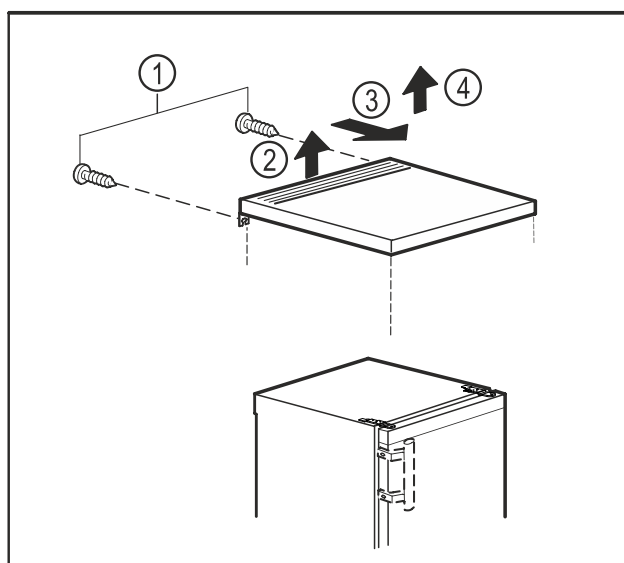

Fig. 10
- Eemaldage tagaküljel kruvid. Fig. 10 (1)
- Tõstke lauaplaat tagant üles. Fig. 10 (2)
- Lükake lauaplaati ettepoole. Fig. 10 (3)
- Võtke lauaplaat ülespoole maha. Fig. 10 (4)